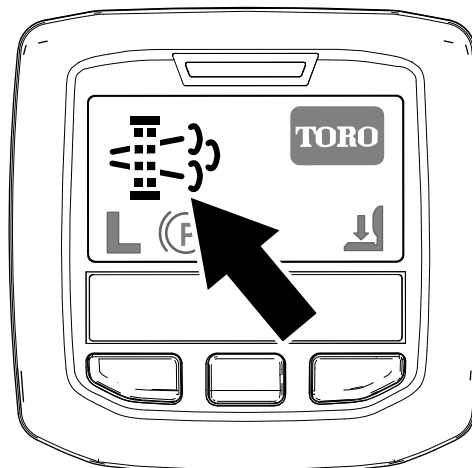

Figura 45
- Nell'InfoCenter viene visualizzata l'icona di richiesta rigenerazione parcheggiata (Figura 45).